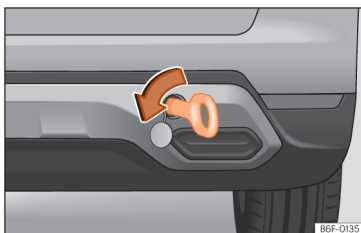

Fig. 167 No lado direito do para-choques traseiro: argola de reboque enroscada.
- Enrosque a argola de reboque no alojamento girando-a ao máximo **no sentido contrário ao dos ponteiros do relógio** »» Fig. 167, »» Página 276. Utilize um objeto adequado com o qual possa enroscar completa e firmemente a argola de reboque no seu alojamento.